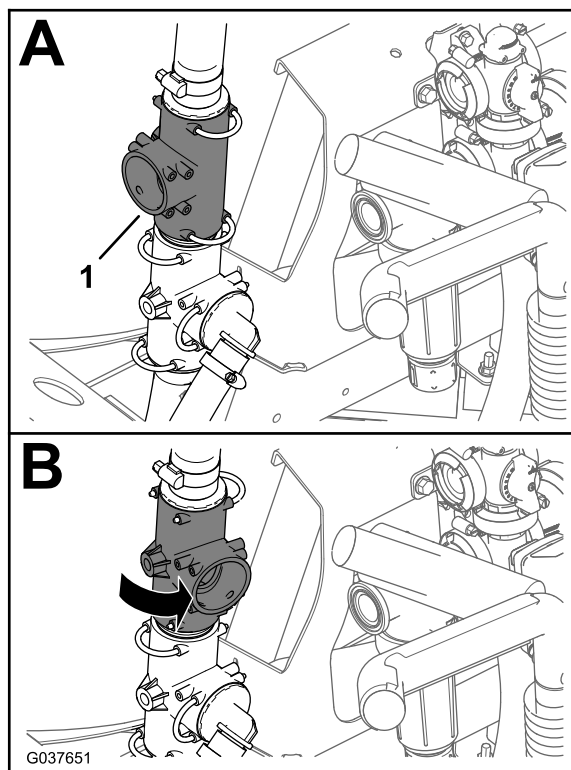

図 58
1. 上側 T 字フィッティングを右まわりに 80°程度回転させる 図 58。